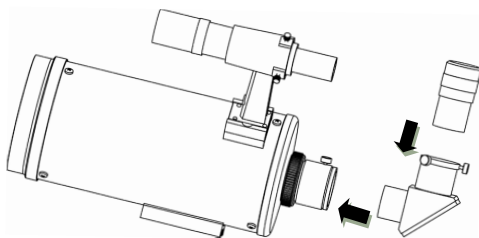

Рис. 1b. Максудов-Кассегрен
1.3 Установка окуляра (рис. 1b)